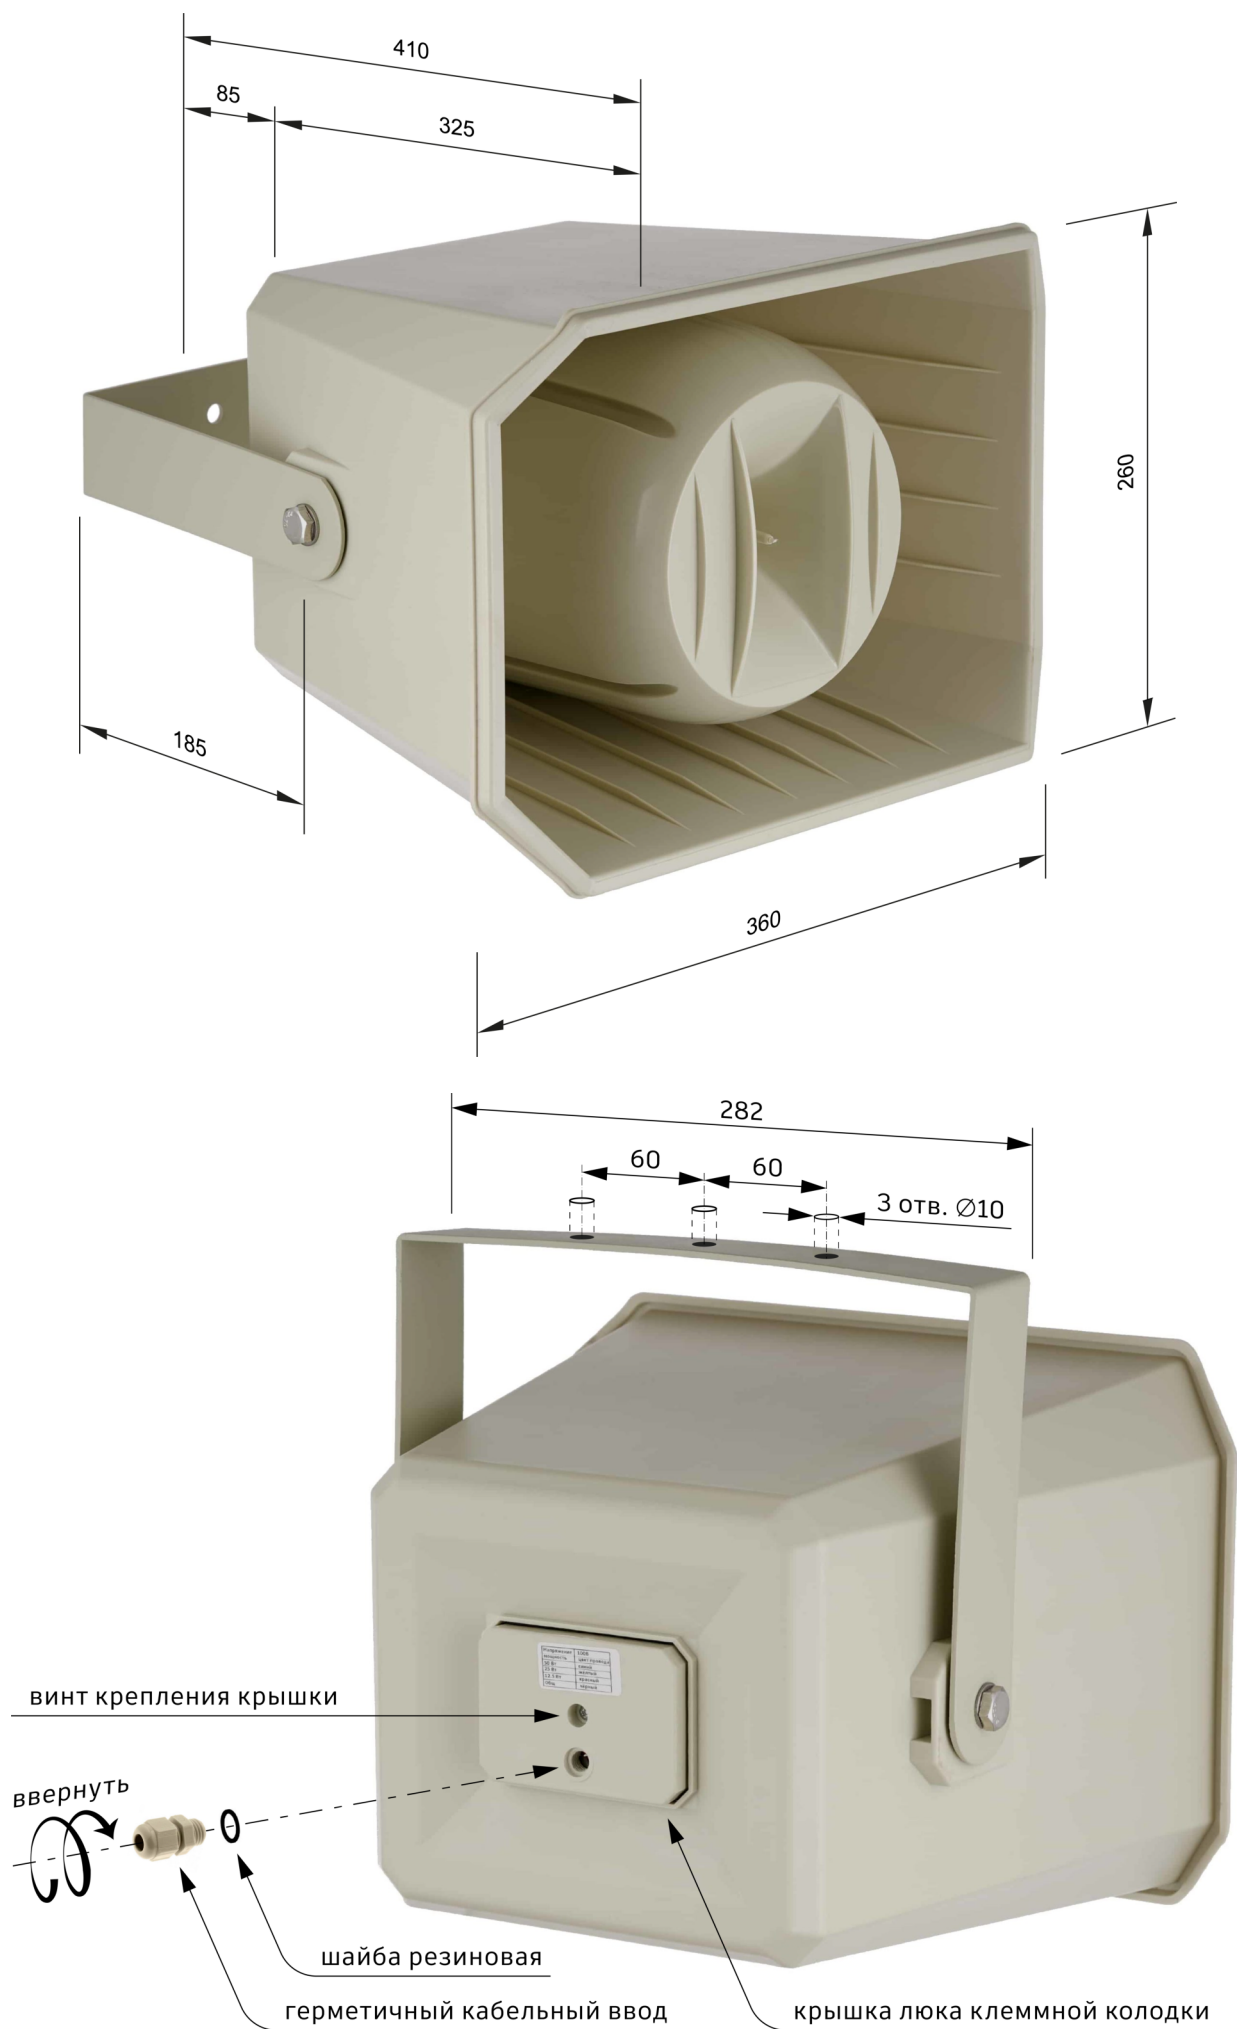

Рис.3 Габаритные и установочные размеры громкоговорителя МЕТА 7650.
4.2. Выверните винт крепления крышки на задней стенке корпуса ГР и снимите ее (рис. 3). Под крышкой находится люк с клеммной колодкой для подключения к трансляционной линии.